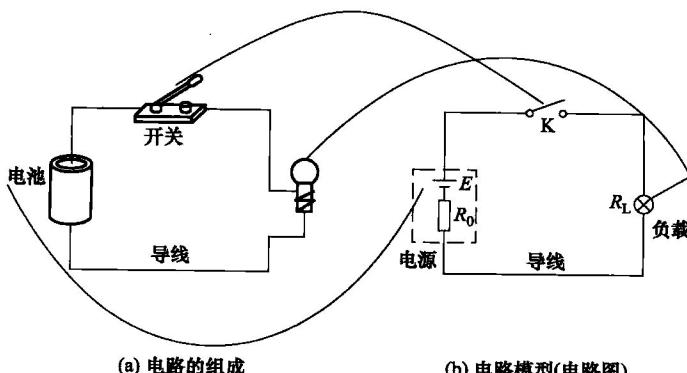

图 1-1 电路的组成及电路模型
(1) 电路的基本组成 电路如图 1-1 (a) 所示。由电源、负载（用电设备）、开关和导线等元件组成的电流流通路径叫电路。电路为一闭合回路。
非电形式的能量转换为电能。如图 1-1 中的电池将化学能转换为电能。另有蓄电池、发电机等。
② 导线 按一定的方式将电路各元件连接起来的导体，是电流的通道，在电路中起传输作用。常用的是铜导线和铝导线。
③ 控制和保护装置 用来控制电路的通断、保护电路的安全，使电路能够正常工作，如图 1-1 中的开关。另有熔断器、继电器等。
④ 负载 消耗电能来工作的设备，它的作用是将电能转换为其他形式的能量。如图 1-1 中电灯将电能转换为光能。另有电动机、电热器等。
电路模型是常见的电路形式，图 1-1 (b) 是 (a) 的电路模型。其作用是把实际电路的本质特征抽象出来所形成的理想化的电路，即为实际电路的电路模型，是分析电路的常见形式。